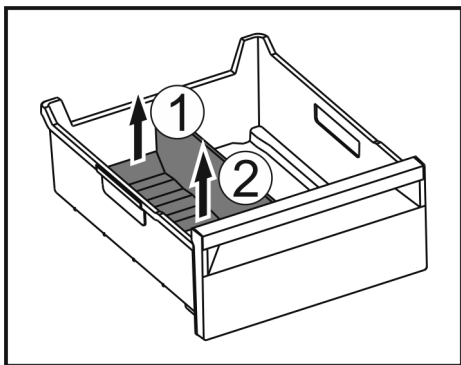

Fig. 176
- ▶ Приподнимите заднюю часть разделителя отделения для льда. Fig. 176 (1)
- ▶ Извлеките разделитель отделения для льда движением вверх. Fig. 176 (2)